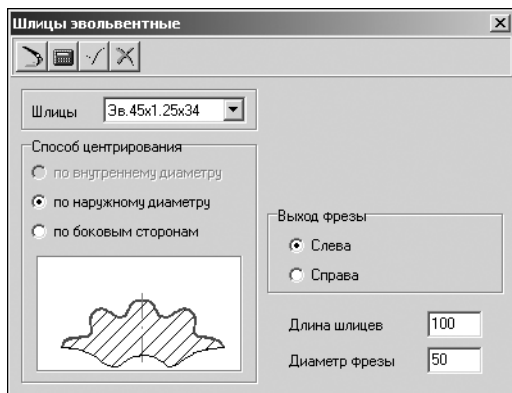

Рис. 4.19.
4. Укажите тип **Шлицы эвольвентные** и щелкните левой клавишей мыши. Откроется окно, предназначенное для ввода параметров шлицев в соответствии с ГОСТ 6033-80 (рис. 4.19).